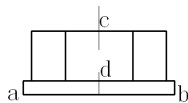
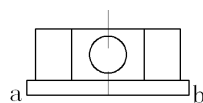
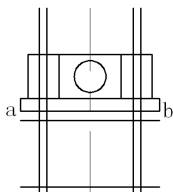

图 3-80 修剪结果
图 3-81 绘制通气孔
图 3-82 偏移结果
⑦ 单击“默认”选项卡“修改”面板中的“修剪”按钮, 修剪多余的线条, 效果如图 3-80 所示。
⑧ 单击“默认”选项卡“绘图”面板中的“圆”按钮, 以图 3-80 中线段 *cd* 的中点为圆心, 绘制半径为 2.5 的圆, 效果如图 3-81 所示。
⑨ 单击“默认”选项卡“修改”面板中的“偏移”按钮, 再次将竖直中心线向左、右偏移, 偏移距离分别为 6.8 和 8, 并将偏移的直线转换为“轮廓线”图层; 然后将图 3-81 中的直线 *ab* 向下偏移, 偏移距离分别为 1.5 和 12, 效果如图 3-82 所示。